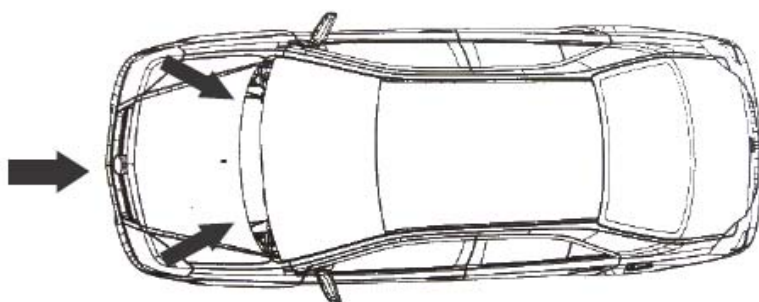

Рис. 613 Лобовое столкновение по центру
1. Лобовое столкновение по центру (Рис. 613)